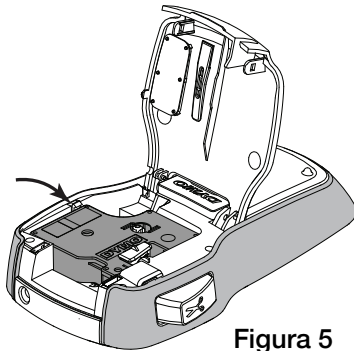

Figura 5
- 3 Insira o cassete e pressione com firmeza até ele prender no local. Consulte a Figura 5.